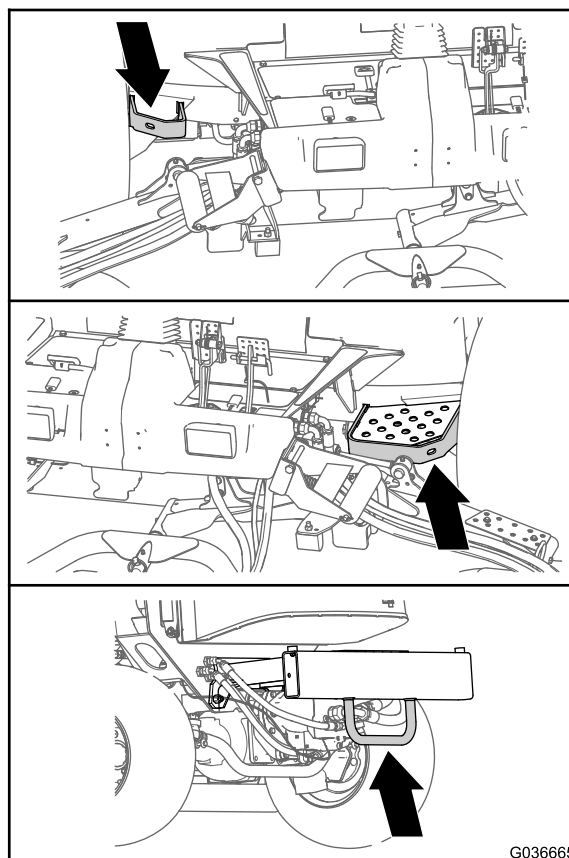

Figure 35
- De chaque côté du cadre près de la plateforme de conduite (Figure 35)
- Sur le pare-chocs arrière (Figure 35)